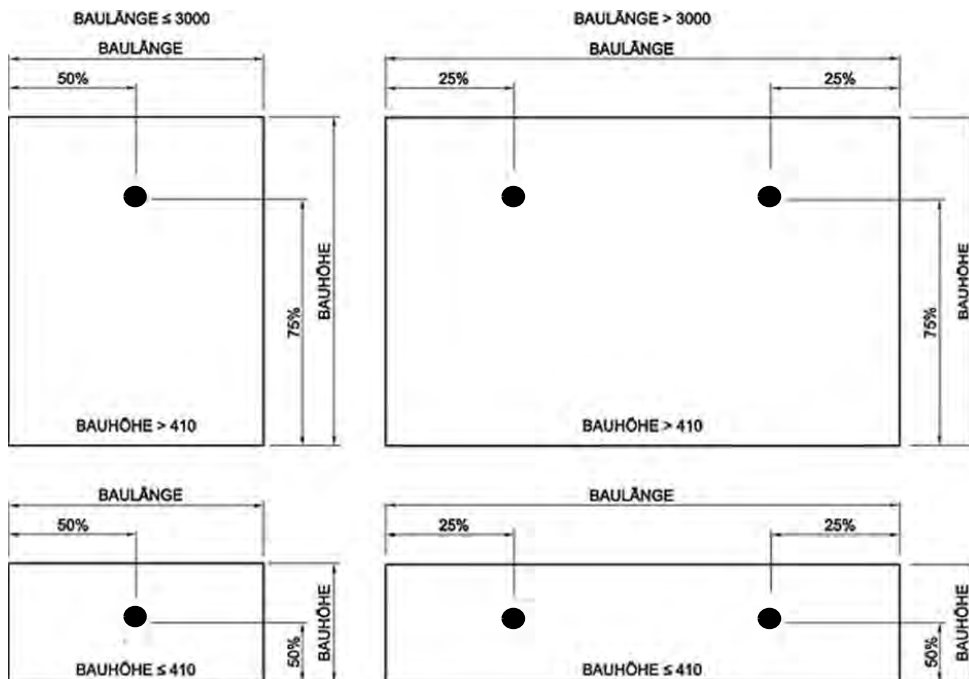

Abbildung 15: Standardmontagepunkte (MP) für Fernfühler
Der Standardmontagepunkt (MP) für den Fernfühler ist in Abbildung 15 dargestellt. Er unterscheidet sich nicht vom Standardmontagepunkt für das Kompaktgerät.